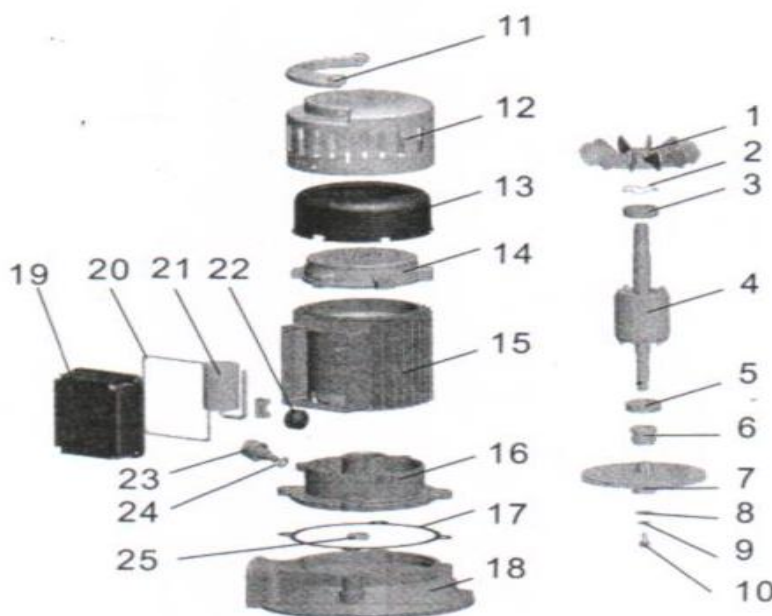

Рисунок 4. Бытовой центробежный насос LVSm501
5.1. Электронасос LVSm представляет собой моноблок, состоящий из электродвигателя с конденсаторной приставкой и насосной части (рис.4, 5).